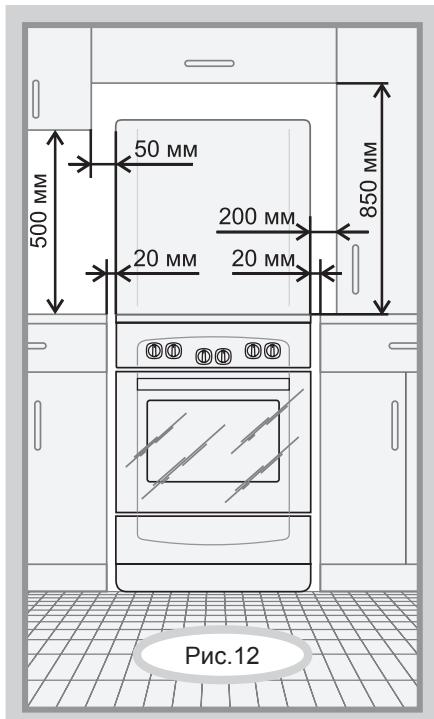

Рис.12
- Минимальные расстояния, которые необходимо выдержать при установке плиты, показаны на рис. 12. Задняя стенка плиты должна отстоять от поверхности стены не менее чем на 50 мм. Торцы мебели на уровне варочной поверхности стола рекомендуется защитить металлическими накладками. Кухонные полотенца, шторы и т.п. должны находиться на безопасном расстоянии, исключающем их воспламенение.